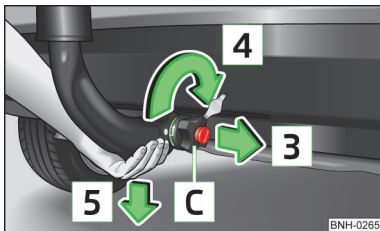

Abb. 111
- Die Kugelstange von unten fassen » Abb. 111 und mit der anderen Hand das Handrad **C** in Pfeilrichtung **3** ziehen.